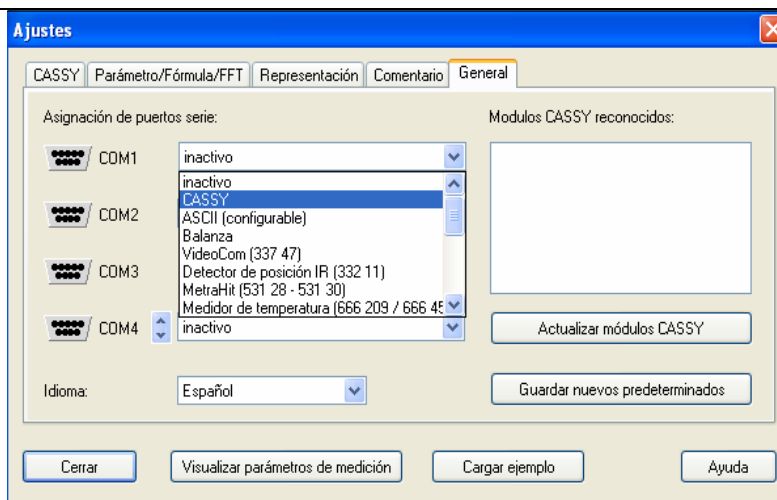

Figura 2 Fuente: LD Didactic
10. En la ventana de ajustes y en la pestaña General (ver figura 2) se selecciona “CASSY”.